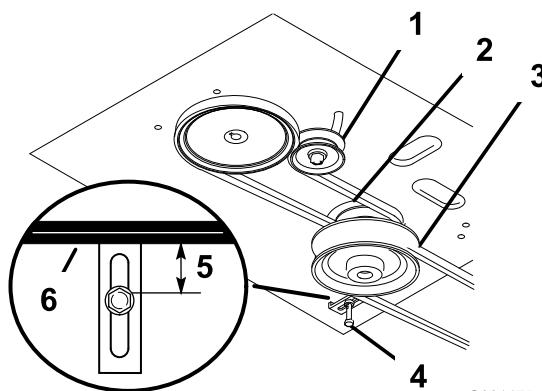

Figure 41
4. Enlevez la courroie du tablier de coupe (Figure 41).
fente et déposez la courroie de transmission du moteur et des poulies d'entraînement (Figure 41).
6. Installez la courroie d'entraînement neuve sur les poulies de moteur et d'entraînement (Figure 41).
7. Insérez la poulie de tension dans le bâti du moteur pour tendre la courroie de transmission (Figure 41).
8. Installez la courroie du tablier de coupe (Figure 41).
9. Vérifiez le bon réglage du guide-courroie sous le bâti du moteur (Figure 41).
- Vérifiez le bon réglage du guide-courroie sous le bâti du moteur (Figure 41).